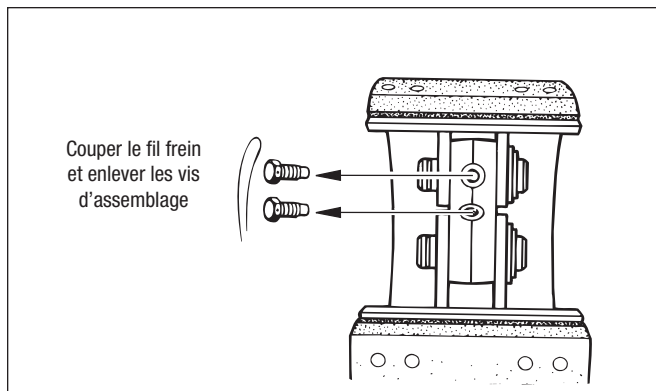

Figure 20 – Dépose des vis d'assemblage
2. Pour pouvoir retirer les axes de segment, couper le fil frein, puis enlever les vis d'assemblage du porte-segment. Cf. Figure 20.